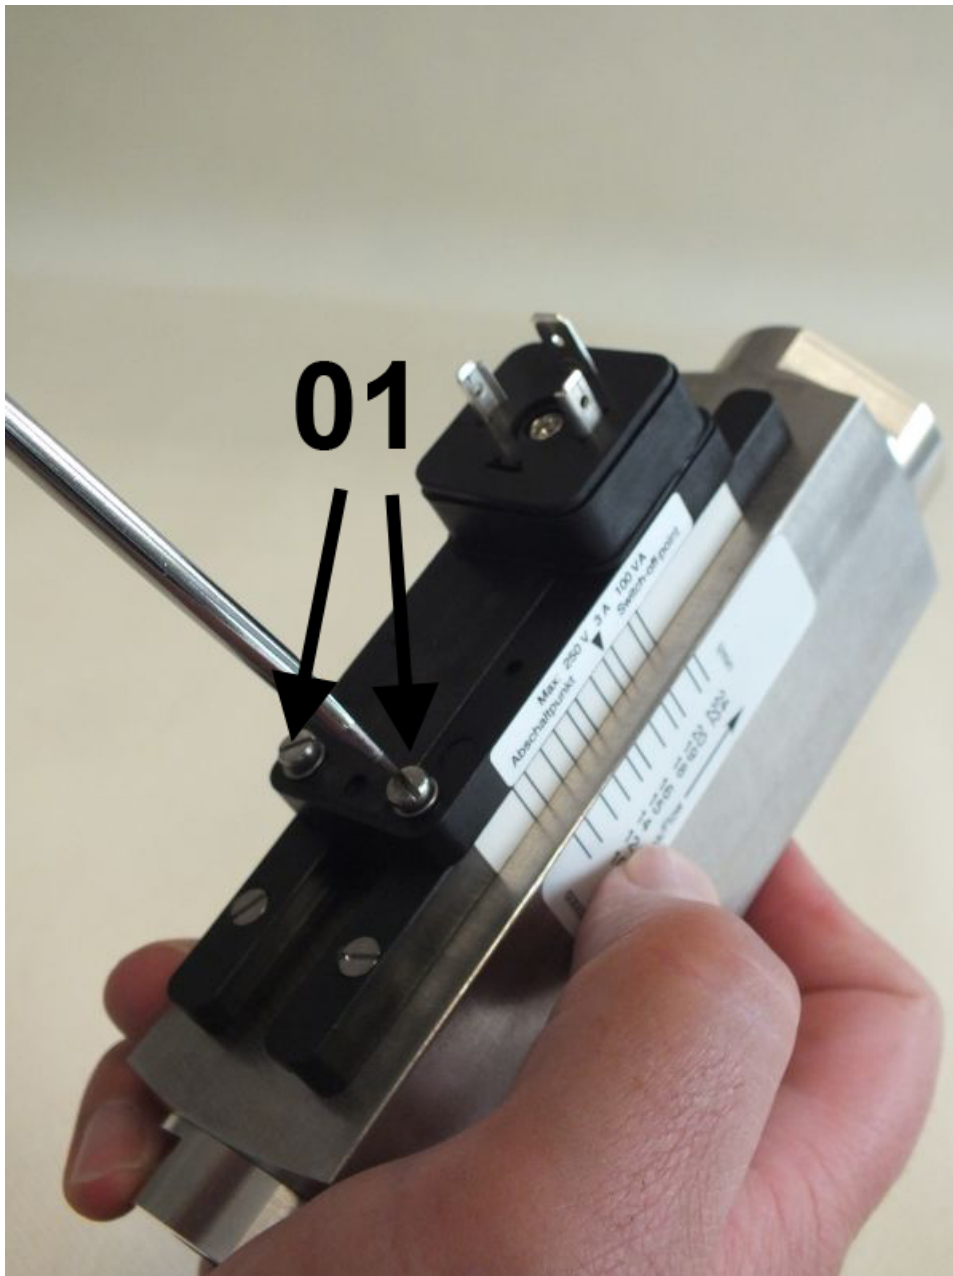

Abb. 68: Feststellschrauben lösen
3. Feststellschrauben (Abb. 68/01) des Schaltkontaktes mit einem Schlitzschraubendreher so weit lösen, dass er sich frei verschieben lässt
11. ➤ Feststellschrauben (Abb. 68/01) wieder festdrehen, dabei Anziehdrehmoment einhalten (➔ Kapitel 11.1 „Schrauben-Anziehdrehmomente“ auf Seite 97)